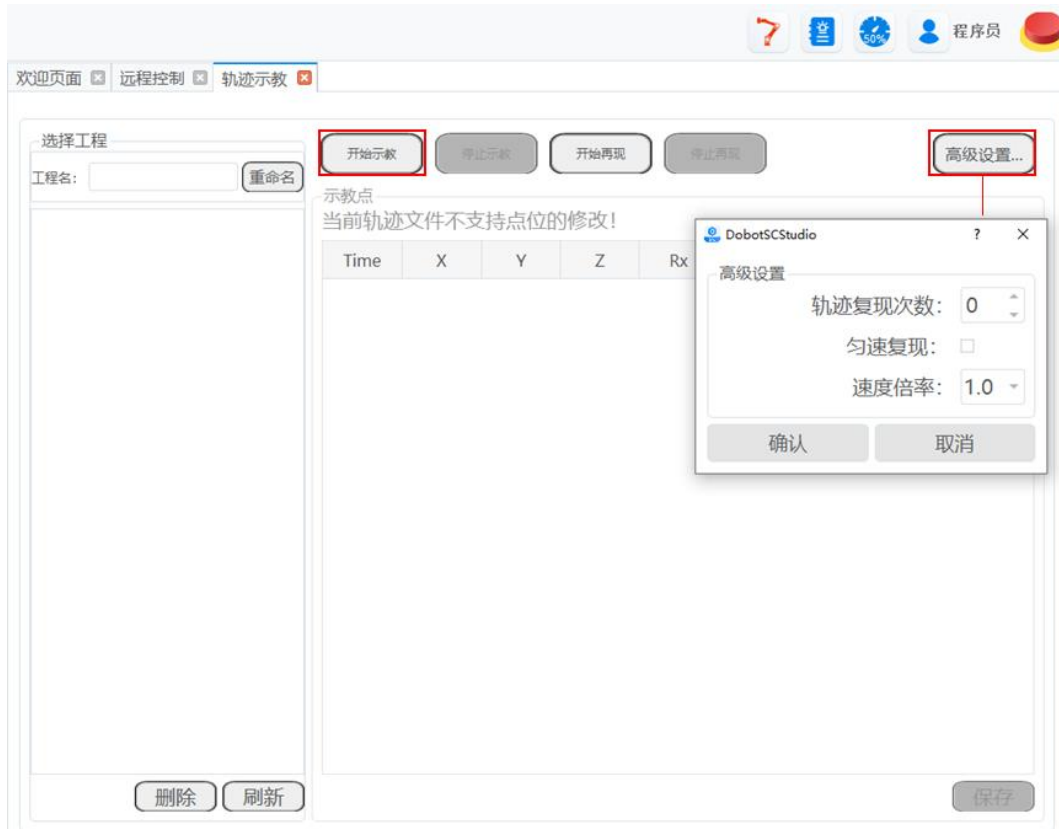

图 4.1 轨迹示教页面
**步骤 1** 单击“工艺 > 轨迹示教”进入轨迹示教页面，如图 4.1 轨迹示教页面所示。